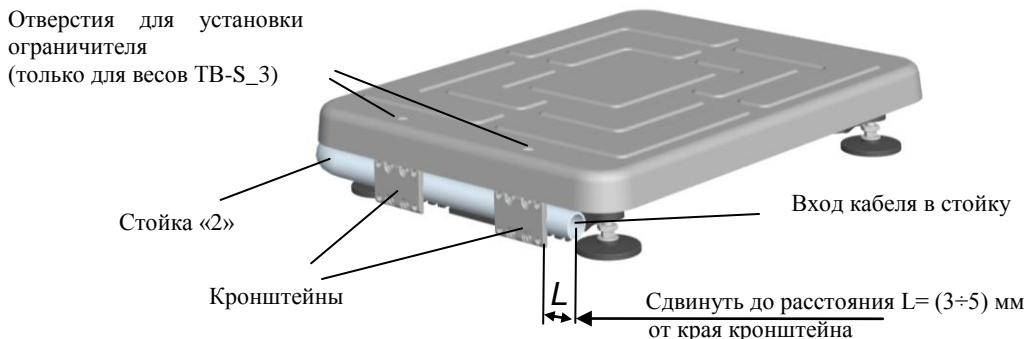

Рис. 5.1 – Крепление круглой вращающейся стойки к модулю TB-S
- Сдвинуть стойку S2 в направлении, указанном стрелкой (Рис. 5.1), обеспечив расстояние L = (3÷5) мм от края стойки до края кронштейна.